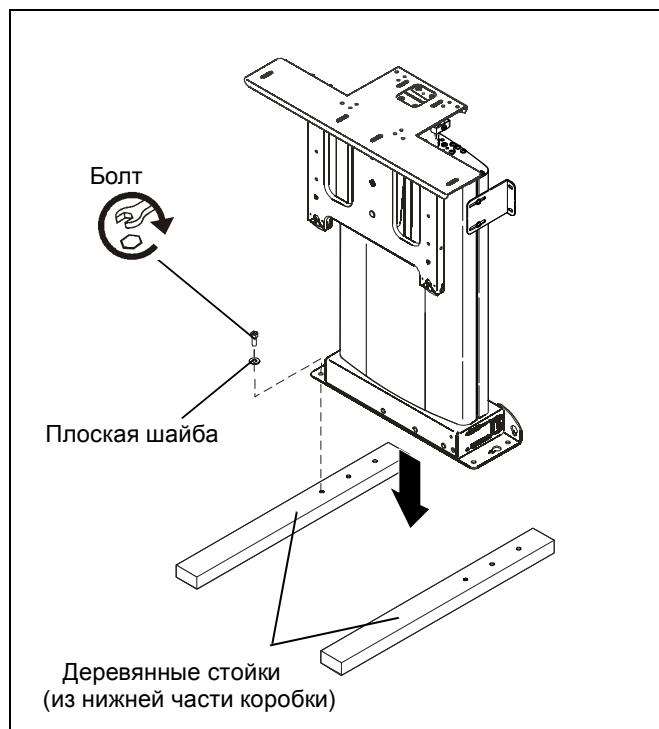

рис. 1
3. Положите две деревянные стойки на пол и выполните монтаж CM2C40 к стойкам с использованием четырех плоских шайб  $\frac{5}{16}$ " и четырех болтов  $\frac{5}{16}$ " x  $2\frac{1}{2}$ " (поставляются с оборудованием). (см. рис. 1)